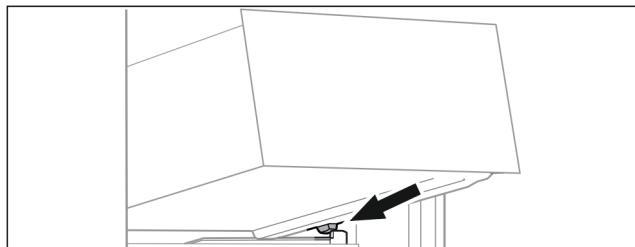

Fig. 22
- Встановити висувний ящик за стопорами на ребро для резервуару навколо Fig. 22 () .